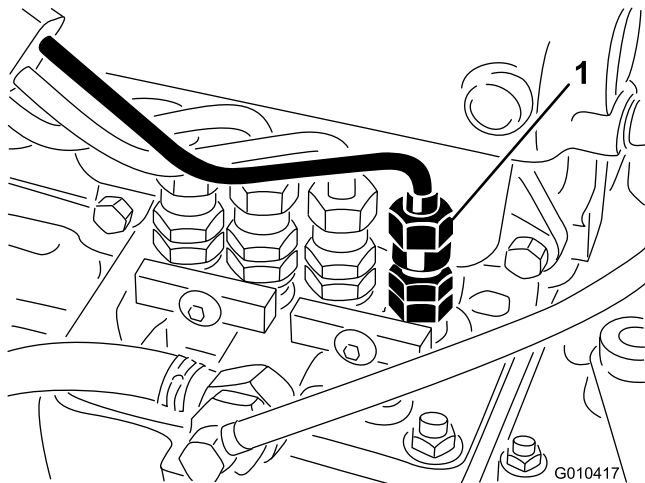

Bild 62
1. Lockern Sie den Leitungsanschluss an der Injektordüsen- und Halterungsgruppe Nr. 1 an der Einspritzpumpe (Bild 62).